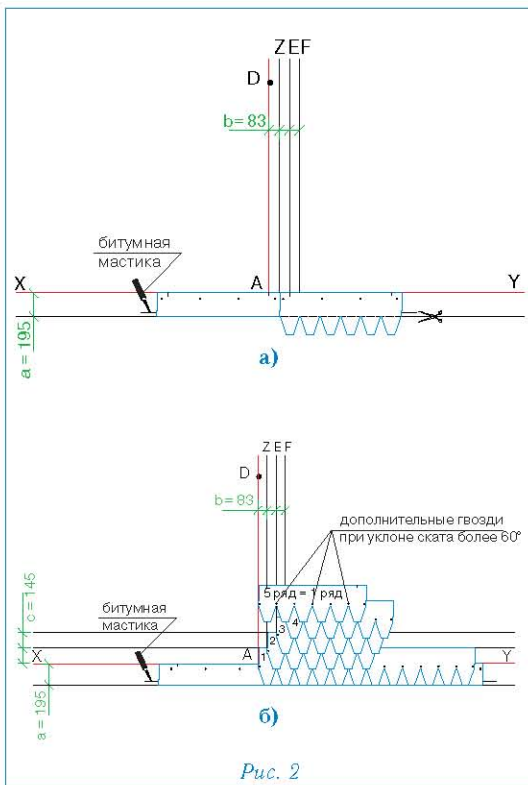

Рис. 2
### Укладка материала (рис. 2)
- Начальный ряд формируется из листов черепицы КАСТЕЛЛО с обрезанными лепестками. Полученные таким образом полосы шириной 19,5 см укладываются по линии карниза в обе стороны от линии Z (рис. 2а) и фиксируются по нижнему краю битумной мастикой, а по верхней кромке 4 гвоздями (ось гвоздей на 5 см ниже верхнего края полосы);
- далее первый ряд черепицы укладывается от линии AD (рис. 2б);
- второй ряд укладывается от линии Z (со смещением 8,3 см от AD) (рис. 2б);
Каждый лист гибкой черепицы КАСТЕЛЛО крепится 4 гвоздями таким образом, чтобы гвоздь прошивал и верхний край нижележащего листа черепицы (рис. 2б).
При укладке черепицы на скатах при уклоне больше 60° лист должен крепиться 7 гвоздями (рис. 2б).